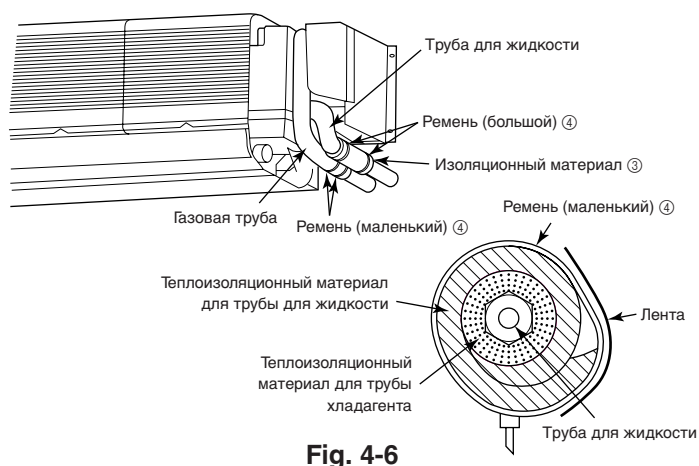

Fig. 4-6
4.4. Прокладка труб хладагента (Fig. 4-6)